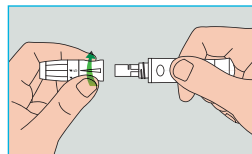

Abbildung 88
1. Entfernen Sie die Kappe der Stechhilfe. Führen Sie die Lanzette bis zum Anschlag in den Lanzettenhalter ein. (Abbildung 88).